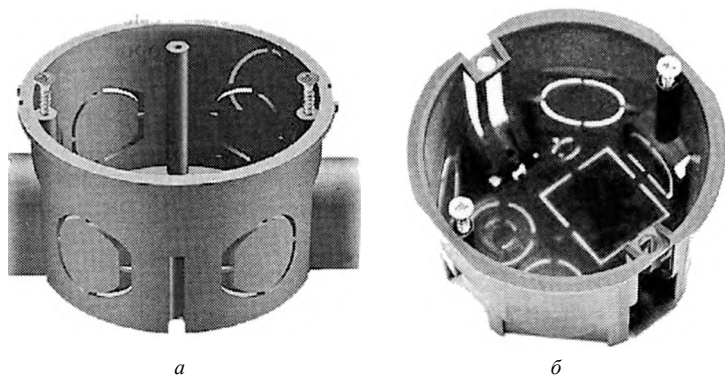

Рис. 2.24. Подрозетники:
**Установочные коробки.** Второе название — **подрозетники**. Служат для монтажа электрических розеток и выключателей самых разнообразных моделей, начиная от силовых и заканчивая проходными. Подрозетники изготавливаются из термоустойчивого полипропилена. Размеры установочных коробок совпадают с колодками розеток и выключателей. Меняется лишь высота изделия, а диаметр имеет постоянные размеры — 68—70 мм. По способу установки разделяются на подрозетники для полых (например, гипсокартонных) перегородок (рис. 2.24, а) и для капитальных стен (рис. 2.24, б).